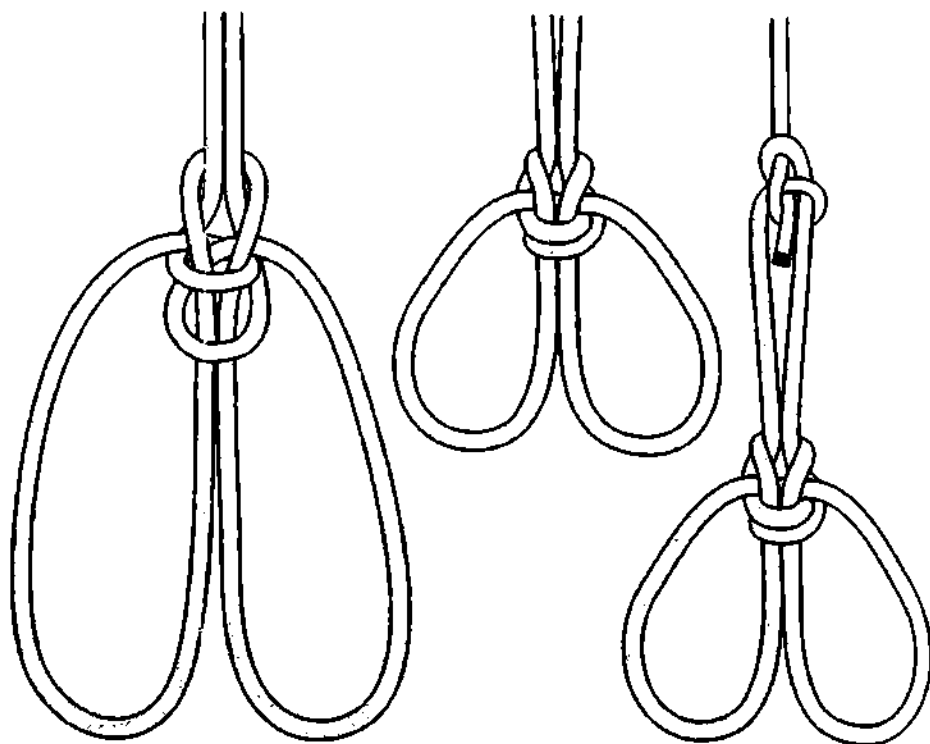
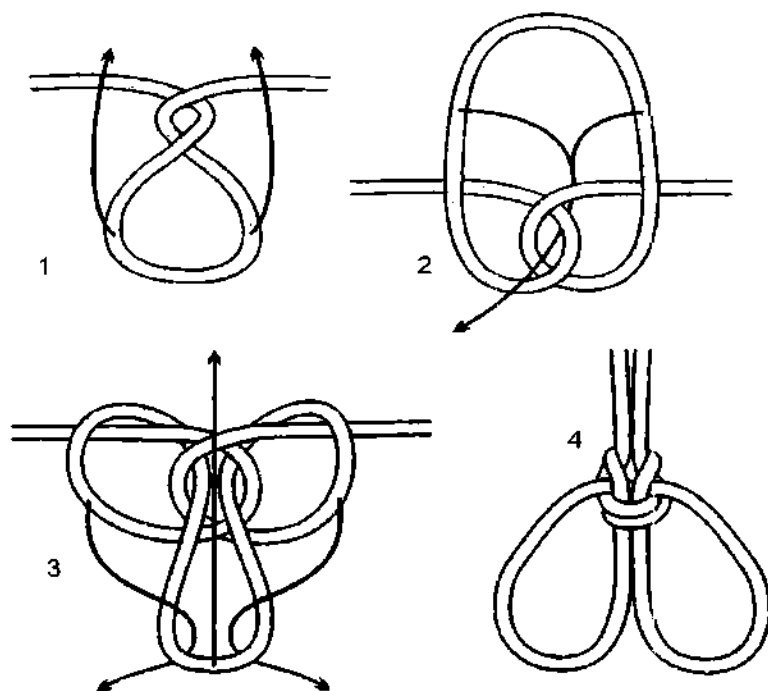

Рис. 480. Двойная скошенная петля.
Рис. 481. 1-й способ вязки *двойной скошенной петли*. Петля вяжется из *ездовой петли*.
*Двойная скошенная петля* лучше *асимметричного булия* тем, что калышки у неё зафиксированы и не сдвигаются вверх или вниз (рис. 480). *Двойная скошенная петля* – одна из самых надёжных и крепких среди двойных незатягивающихся петель. *Двойная скошенная петля* вяжется из *ездовой петли* или *голландского булия* (рис. 481, 482). После завязывания узел необходимо расправить и затянуть. После работы петля легко развязывается.